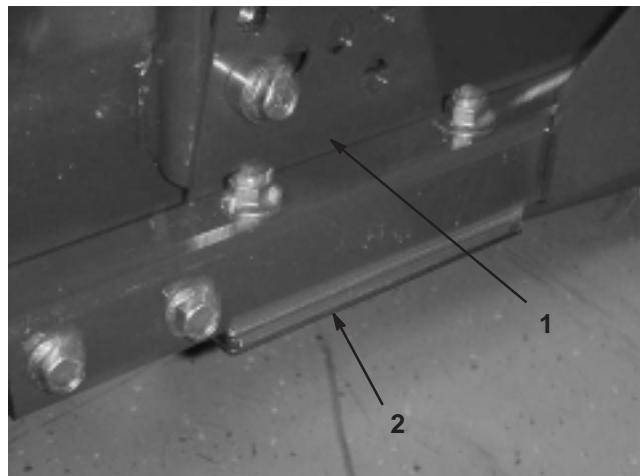

Figure 12
1. Déposez la patte support de hauteur de coupe (avant, gauche ou droite) du bâti de plateau (Fig. 12).
2. Disposez les cales de 1,5 mm pouce et/ou la cale de 0,75 mm entre le bâti de plateau et le support pour obtenir la hauteur de coupe voulue (Fig. 12).